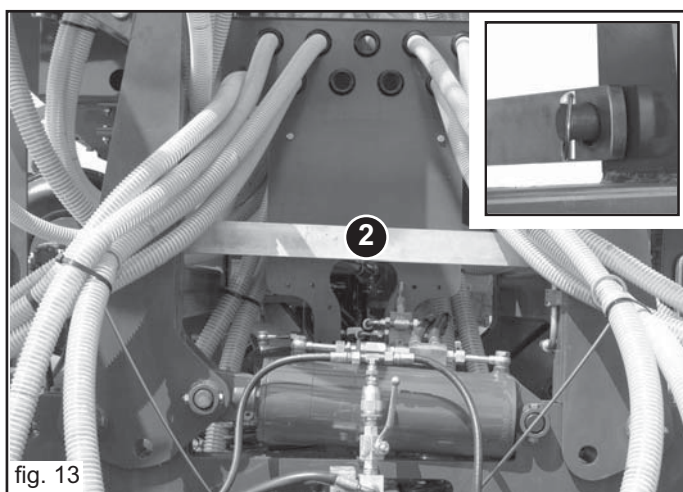

fig. 13
- Togliere il dispositivo di sicurezza dei telai laterali (2, Fig. 13), e riporlo lungo il telaio laterale come indicato in Figura 15;
- Bloccare i telai laterali con l'apposita barra di bloccaggio (2, Fig. 13) bloccandola con le sicurezze previste (spine a scatto e copiglie).